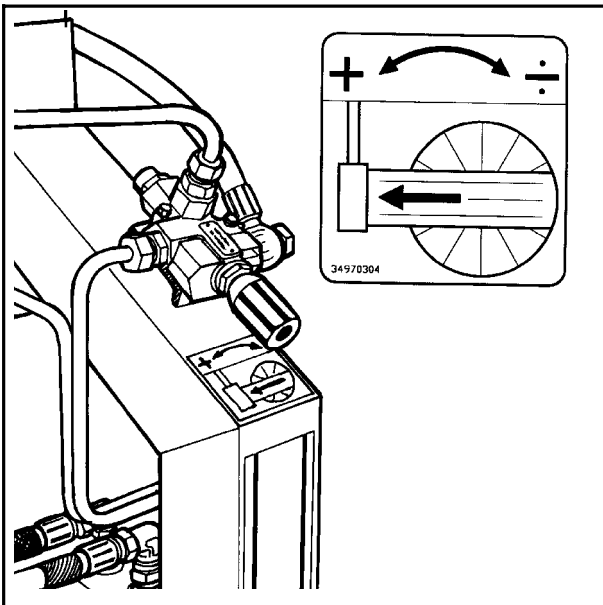

Bild 8-1
- 8.2** Mit den Ventilen, die sich auf den "Schultern" der Maschine direkt über der Stelle, an der die Hydraulikschläuche in die Maschine gehen, befinden, die Geschwindigkeit des Wickelarms einstellen, siehe Abb. 8-1.